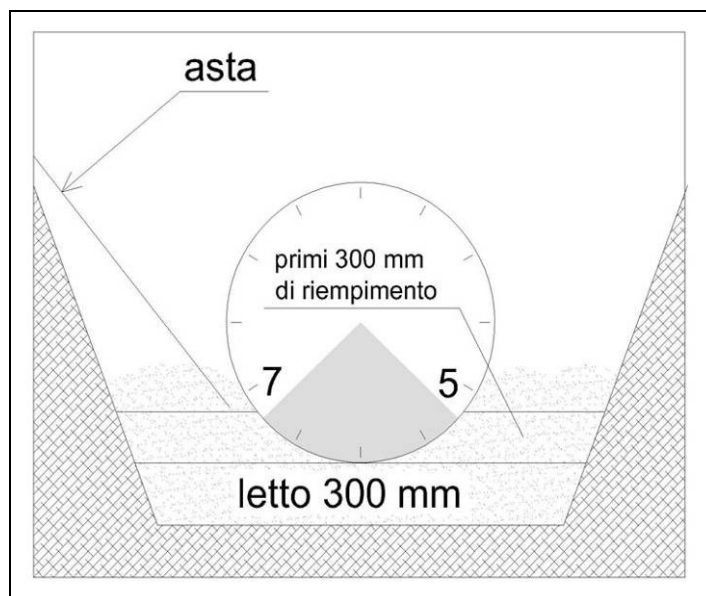

Figura 11 Inserimento primo strato di riempimento
- Usare materiale per riempimento approvato (fare riferimento al paragrafo “Letto e Riempimento”) evitando vuoti al disotto del manufatto (figura 11).